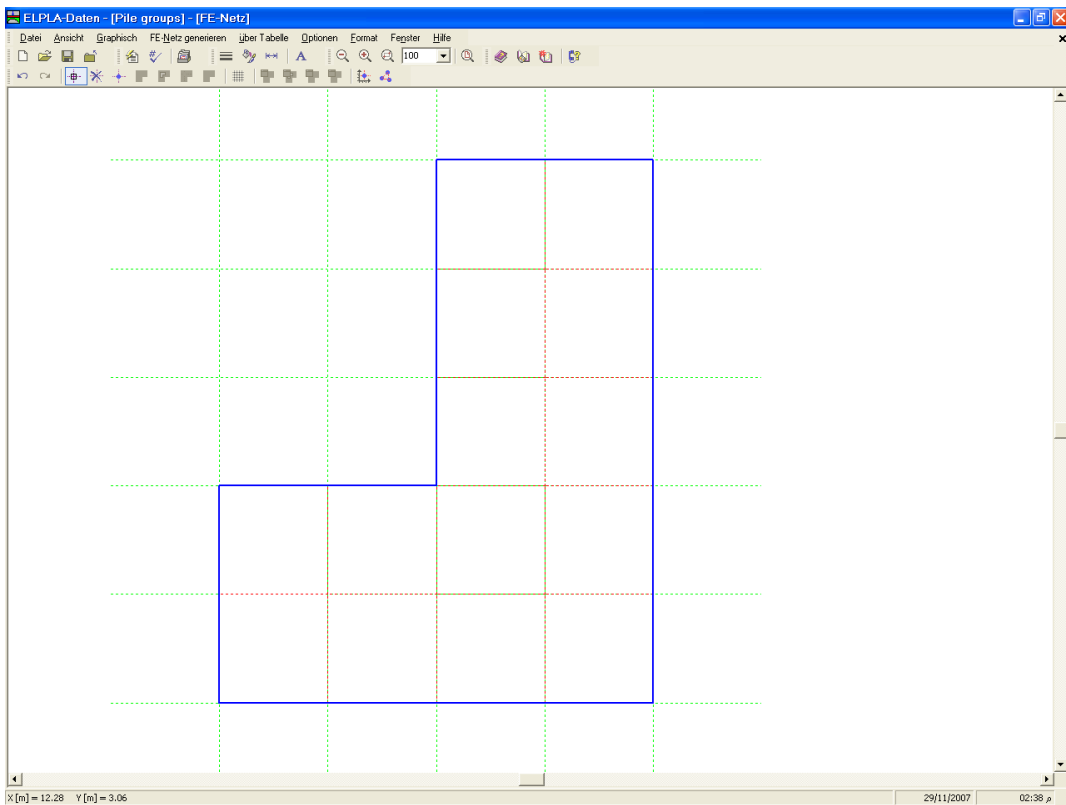

Bild 11-14 Endgültiges FE-Netz nach dem Entfernen der unnötigen Knoten
Um die gewählten Knoten zu entfernen, wählen Sie den Befehl "Knoten entfernen" aus dem "Graphisch"-Menü (Bild 11-14). Um den graphischen Modus zu verlassen, drücken Sie "Esc".
- Wählen Sie den Befehl "FE-Netz speichern" aus dem "Datei"-Menü im Bild 11-14, um die Daten des FE-Netzes zu speichern